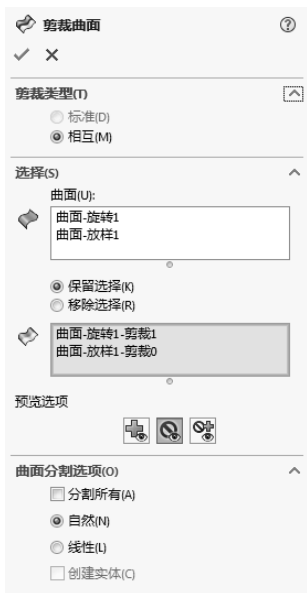
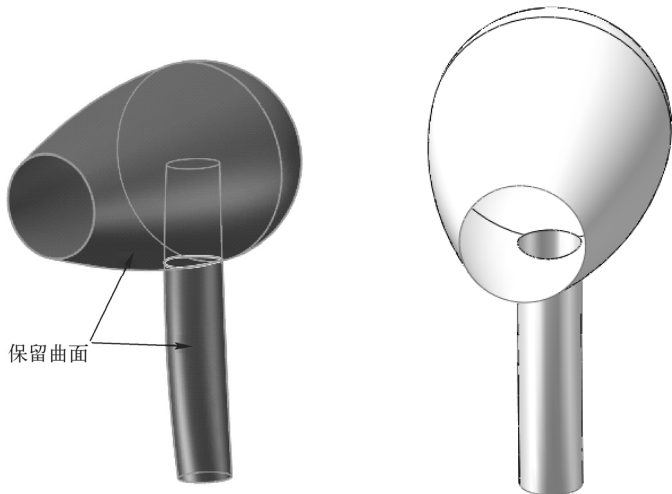

图 9-85 “剪裁曲面”属性管理器
图 9-86 裁剪结果
10) 裁剪曲面。选择菜单栏中的“插入”→“曲面”→“剪裁曲面”命令，或者单击“曲面”控制面板中的（剪裁曲面）按钮，系统弹出图 9-85 所示的“剪裁曲面”属性管理器。在属性管理器中选择“剪裁类型”为“相互”，在视图选择旋转曲面和放样曲面为剪裁曲面，选择图 9-85 所示的两个面为保留曲面。单击属性管理器中的（确定）按钮，结果如图 9-86 所示。